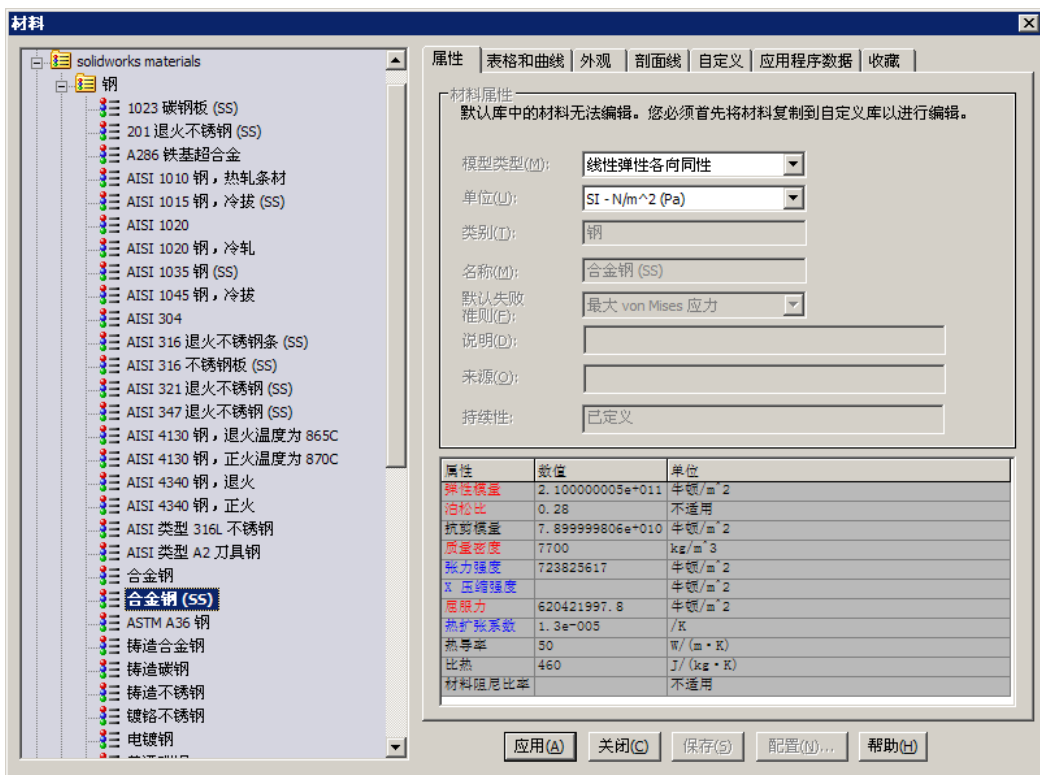

图 12.4.3 “材料”对话框
Step1. 选择下拉菜单 **Simulation** → **材料(T)** → **应用材料到所有(Y)...** 命令，系统弹出“材料”对话框，如图 12.4.3 所示。
solidworks materials → 钢 前的节点，然后在展开列表中选择 合金钢 (SS) 材料（图 12.4.3）。
Step3. 单击对话框中的 应用(A) 按钮，将材料应用到模型中。
Step4. 单击对话框中的 关闭(C) 按钮，关闭“材料”对话框。